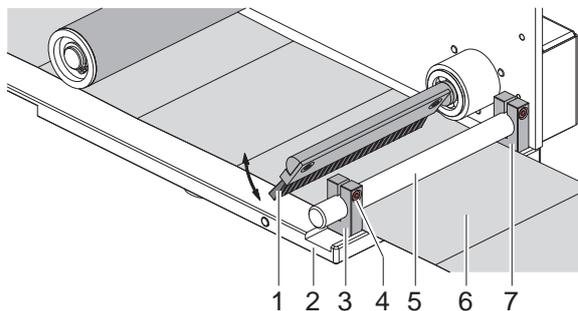

Figure 8 Insertion d'étiquettes en paravent
2. Desserrer la vis (5) et pousser la bague de guidage (6) complètement vers l'extérieur.
3. Guider les étiquettes à travers les deux mécanismes d'impression d'après la figure 8 jusqu'au rouleau d'impression supérieur (2).
4. Pousser la bague de guidage (6) contre le support d'étiquettes (3) et resserrer la vis (5).